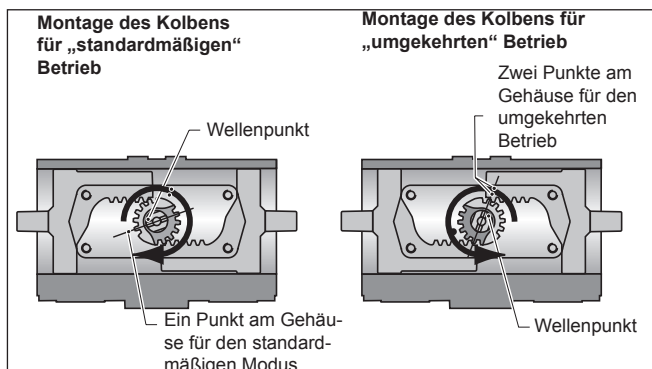

Abb. 6 Wellenjustierung
Standardmäßig wird die Welle im Uhrzeigersinn gedreht, um die Kolben aufeinander zu bewegen (Blick auf den Schlitz am oberen Teil der Welle, siehe Abb. 6).
10.3.1 Drehung im Uhrzeigersinn (Kolben bewegen sich nach innen (Abb. 6))
- 3 Schieben Sie eine geeignete HYTORK-Rückstellstange durch die Endkappe (Abb.6), und verschrauben Sie sie mit
- Für XL 26 bis XL681 den Kolben (20)
- 7 Nach der ordnungsgemäßen Montage der Endkappen und SAFEKEYS entfernen Sie die HYTORK-Rückstellstangen und montieren die Dichtungsschrauben (28) und Dichtungen (29)!